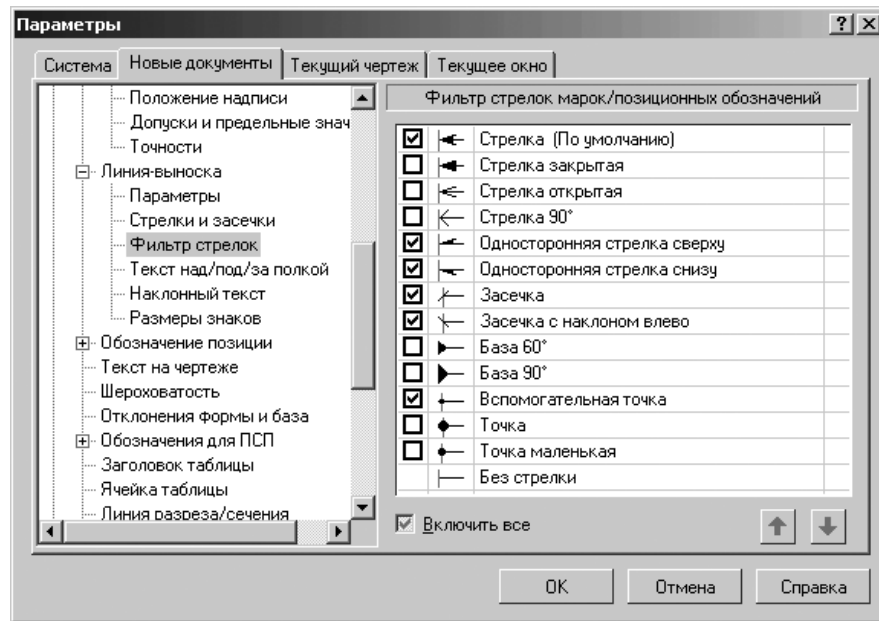

Рис. 10.36. Диалоговое окно **Параметры** с открытой вкладкой **Новые документы** и панелью **Фильтр стрелок марок/позиционных обозначений**
- щелкните в списке настраиваемых элементов **Линия-выноска** по пункту **Фильтр стрелок**. В правой части появится панель **Фильтр стрелок марок/позиционных обозначений**, показанная на рис. 10.36;